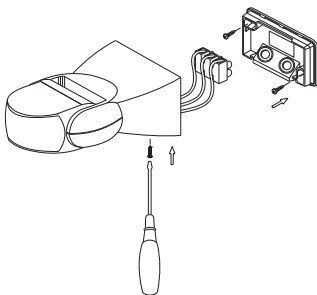
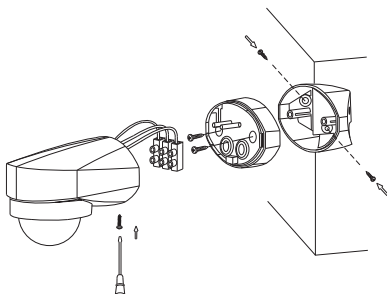

Рисунок 21 – Монтаж ДД 013
Рисунок 24 – Монтаж ДД 040
4.2.2 Монтаж ДД 013 (рисунок 21), ДД 040 (рисунок 24):